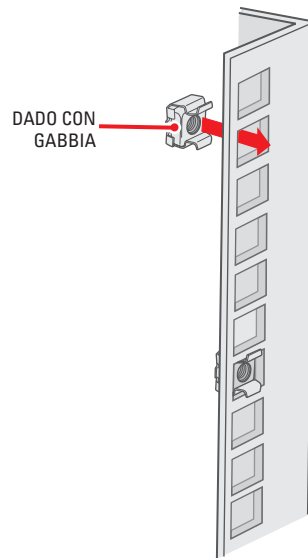

Figura 7. Inserimento dei dadi con gabbia
5. Per l'installazione dell'unità in un rack con foro quadrato: Inserire 10 dadi con gabbia nel rack con foro quadrato, come indicato nella Figura 7.